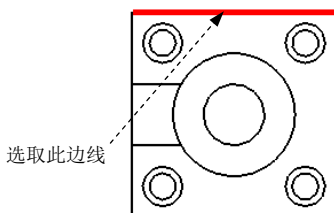
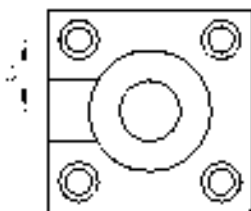

图 5.2.28 选取边线
图 5.2.29 标注法向尺寸
- 在图 5.2.23 所示的快捷菜单中选择 **垂直于** 命令，再选取图 5.2.28 所示的边线，此时在视图中显示尺寸，如图 5.2.29 所示（可见以上两种方法所创建的尺寸标注是一样的，即可以通过不同的方法来创建所需要的尺寸）。